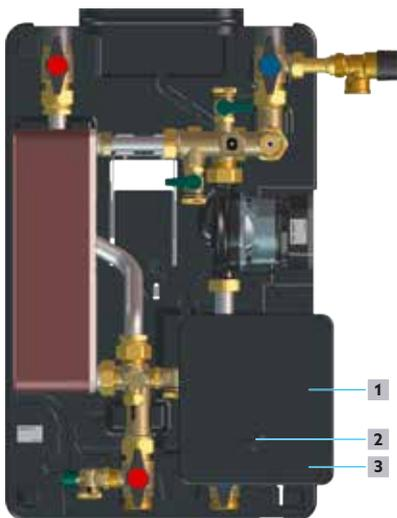

Fig. 8: Ouverture du régulateur
- 3 Desserrer la vis (position 2 sur la Fig. 8 en page 29) et la mettre de côté.
- 4 Faire glisser le capot du panneau de raccordement (position 1 sur la Fig. 8 en page 29) vers le haut jusqu'à ce qu'il s'enclenche de manière audible.
- 5 Rabattre le capot des câbles d'alimentation (position 3 sur la Fig. 8 en page 29).